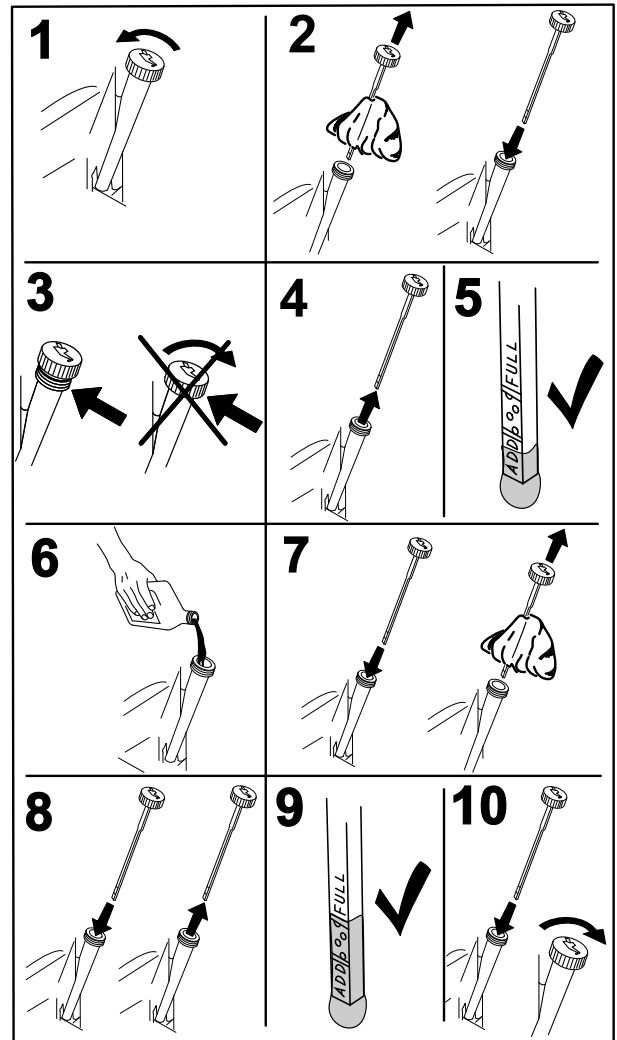

Figure 30
4. Avant de quitter la position de conduite, coupez le moteur, enlevez la clé de contact et attendez l'arrêt complet de toutes les pièces mobiles (Figure 30).